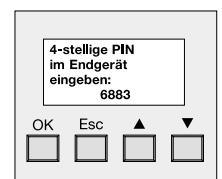

Bild 14:
11. An dieser Stelle wird der Benutzer dazu aufgefordert, die am Gateway abgebildete 4-stellige Zufallszahl am Endgerät einzutragen. Diese PIN wird für jeden Elnlernvorgang neu erzeugt und ist immer unterschiedlich (vgl. Bild 14). Die beiden Bluetooth Geräte werden durch diesen Vorgang fest miteinander 'gepaart', so dass später ein Datenaustausch ohne weitere Legitimierung stattfinden kann.